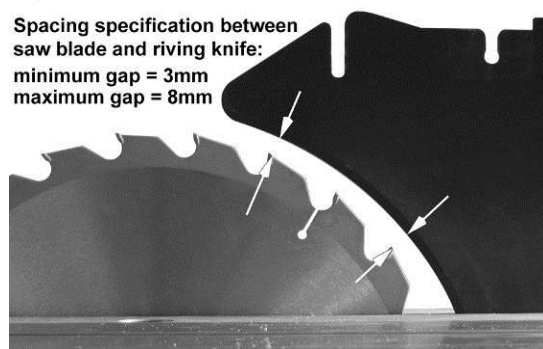

Рис. 23
Зазор между пильным диском и расклинивающим ножом должен быть в пределах от 3 до 8 мм (рис. 23).
- Сдвиньте кронштейн (C) к или от пильного диска, как требуется.
- Затяните винты с полукруглой головкой (E).
- Установите расклинивающий нож; затяните стопорную ручку (A) и проверьте, чтобы зазор пильный диск/нож находился в пределах между 3-8мм (рис. 23).